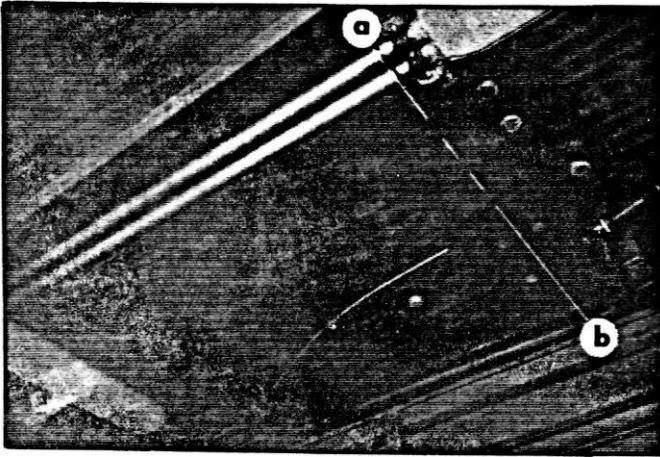

Abb. 17
10. Vordere Traverse des hinteren Fahrzeugteils und Befestigungsgehäuse der Schwingarme (Abb. 17)